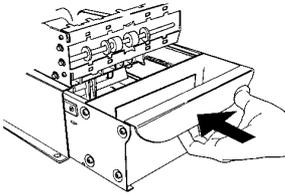

Figura 4-24. Deslice la bandeja de billetes para colocarla en el mecanismo dispensador.
5. Utilizando la manija, deslice la bandeja de billetes para colocarla en el mecanismo dispensador. Asegúrese de que la bandeja de billetes esté completamente insertada. (Figura 4-24)